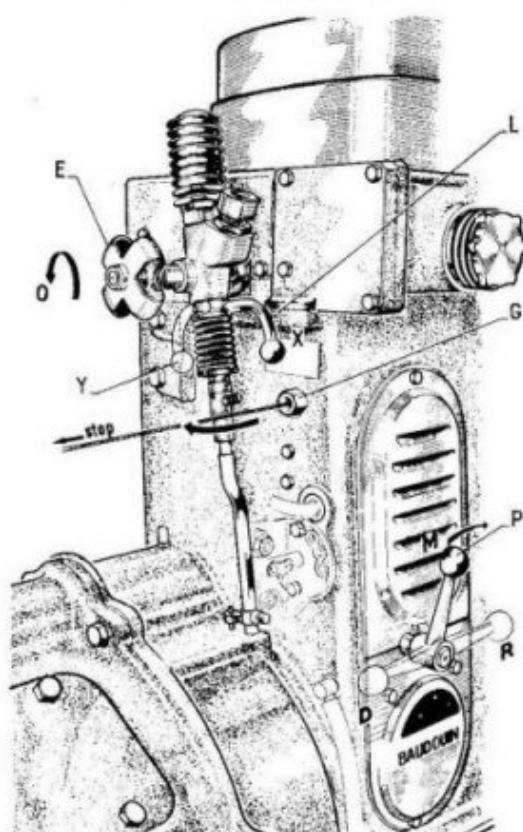

Figure 3. — Lancement pneumatique
Opération de lancement (voir figures 3 et 4) :
REMPLISSAGE DES BOUTEILLES D'AIR (voir figures 3 et 4)
- Mettre la manette (14.460) en position de lancement (position Y sur figure 3).
- Serrer alors à fond le boulon (H) de l'écrou de poussée.
- Ramener la manette en position « Marche Normale » (X) et terminer le montage du distributeur en mettant en place successivement la butée (21.172), la rondelle isolante (23.677), le joint (70.764), le ressort (856 DB 2) et le boitier (853 DB 2).
- Graver à l'aide d'un burin un trait (R) à cheval sur la cuvette de rappel et l'écrou de poussée.